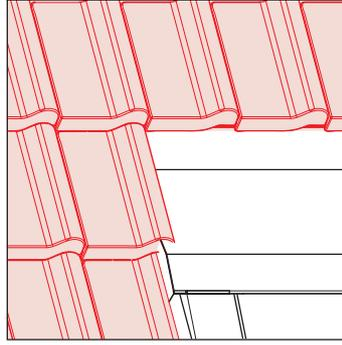
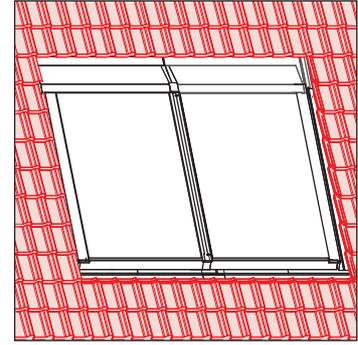

Fig. 3-64 Étape 22
Fig. 3-65 Toit posé
22. Utiliser les tuiles de toit dans le coin gauche supérieur (fig. 3-64). L'image fig. 3-65 montre un toit déjà posé.